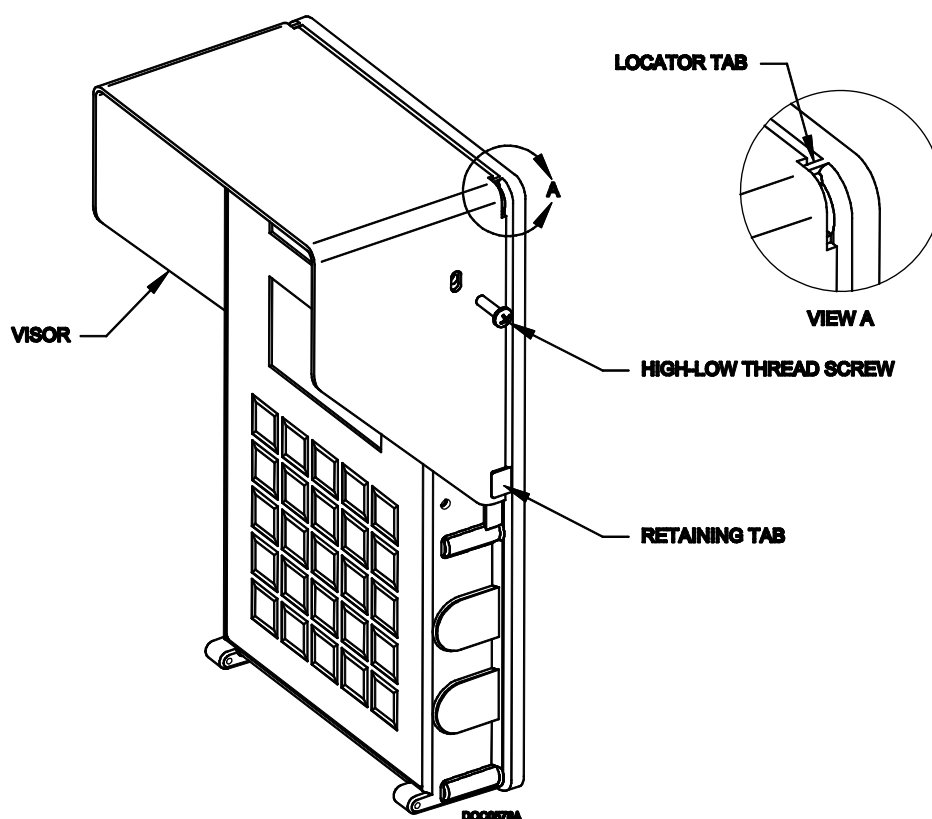

Figura 5. Pantalla con teclado con el visor instalado
El visor resguarda la pantalla de la luz del sol para que pueda observarse con facilidad (véase la *Figura 5*). Por lo general, el visor viene instalado de fábrica a menos que se solicite posteriormente como accesorio. De ser así, se entrega con una hoja de instrucciones de instalación (Formulario A6176).
1. Coloque el visor en la parte superior de la pantalla. Consulte la *Figura 5* para asegurarse de colocarlo **en la parte interior** de las lengüetas de sujeción.